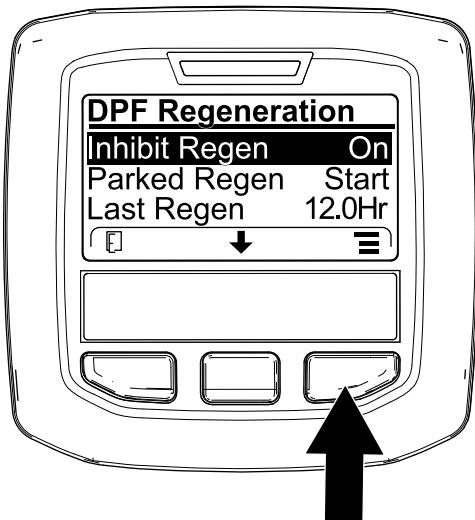
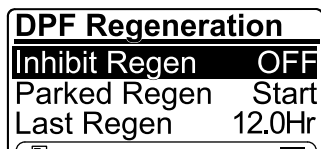

Figura 43
Figura 44
1. Accedete al menu DPF Regeneration (Rigenerazione FAP), premete il pulsante centrale per scorrere il menu verso il basso fino all'opzione INHIBIT REGEN, quindi premete il pulsante destro per selezionare la voce Inhibit Regen (Figura 43).
2. Premete il pulsante destro per modificare l'impostazione dell'inibizione della rigenerazione da accensione a spegnimento (Figura 43) o da spegnimento ad accensione (Figura 44).